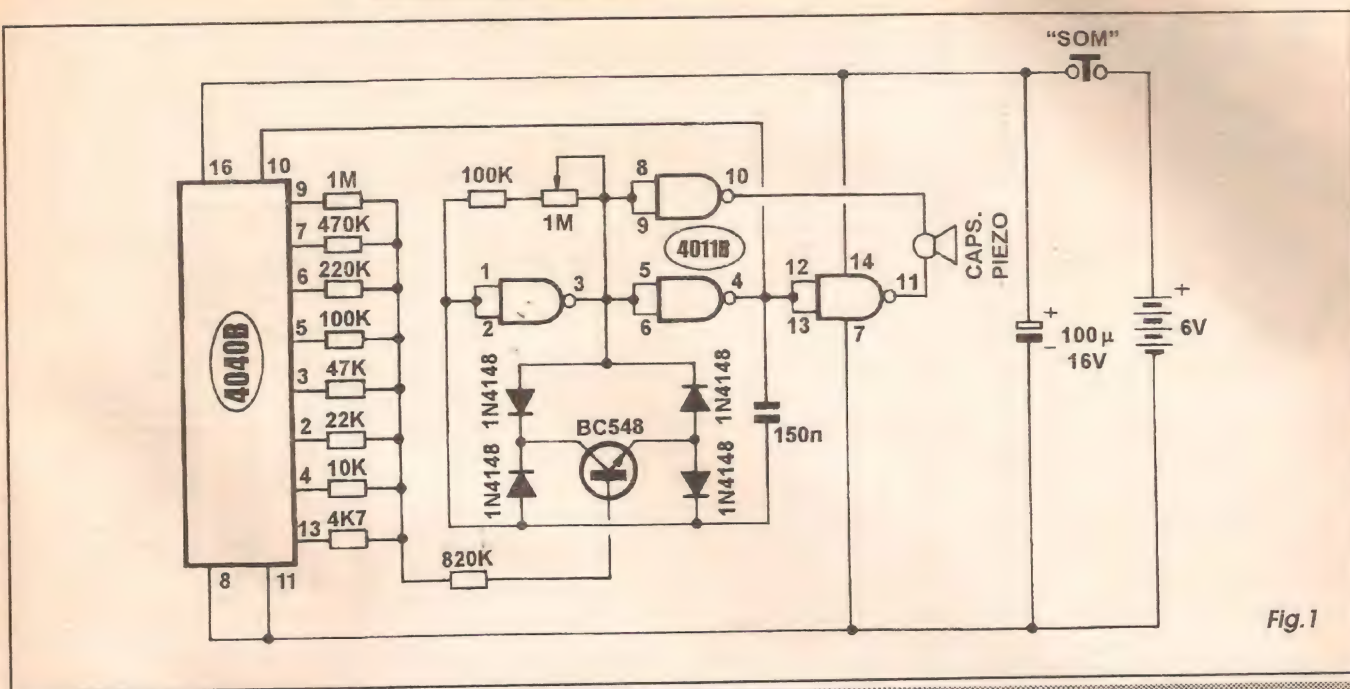

Fig. 1
- FIG. 1 - DIAGRAMA ESQUEMÁTICO DO CIRCUITO - Na verdade, quando dizemos que o circuito da MASON não é complexo, estamos *pregando uma mentirinha* (justificável...). O circuito, é sim, bastante complexo... Apenas que sua solução final, seu arranjo de componentes (principalmente graças aos dois integrados, super-versáteis, utilizados...) resultou *aparentemente simples*, com poucas peças, o que - na prática - é um sinônimo de *pouca complexidade*, pelo menos a nível de realização física da montagem... No centro operacional do circuito temos um VCO (oscilador controlado por tensão), desenvolvido sobre um arranjo convencional de ASTÁVEL com os *gates* do integrado 4011 delimitados pelos pinos 1-2-3 e 4-5-6, e cuja frequência básica de funcionamento depende do valor do capacitor de 150n, do ajuste dado momentaneamente ao potenciômetro de 1M (*seriado* com um resistor fixo de 100K para efeito de limitação superior da faixa de frequências...) e - principalmente - de um virtual *resistor controlado por tensão*, formado pelo estranho arranjo em *ponte* dos quatro diodos 1N4148 chaveado pelo transístor BC548...